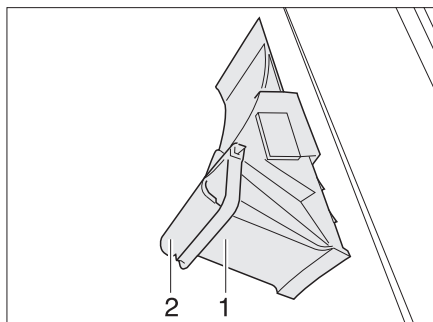

Bild 14 Unterlegkeil
- Den Haltebügel (Bild 14,2) nach unten schwenken.
- Den Unterlegkeil (Bild 14,1) aus der Halterung nehmen.